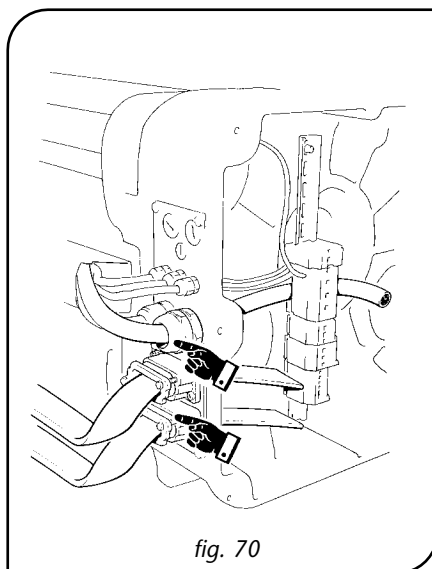

fig. 70
- *Privi di comandi, in quanto destinati ad essere comandati per mezzo di quadro di comando esterno. A richiesta, il paranco DRH può essere dotato di cornice per le connessioni ed il cablaggio di tutte le utenze elettriche a bordo paranco (fig. 70).*
4. Provvedere a convogliare tutti i cavi elettrici, che dovranno essere serrati con i rispettivi pressacavi, se il paranco è **dotato** di cornice di connessione (fig. 70).